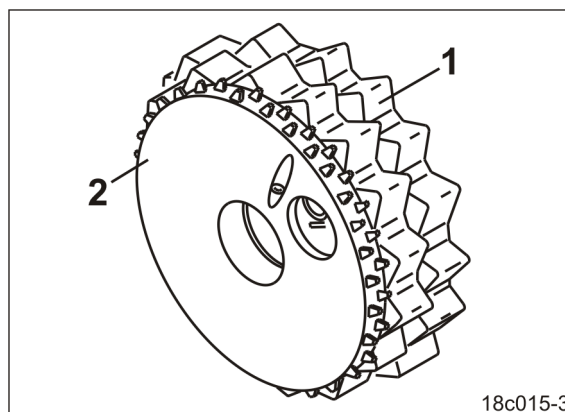

Рис. 29
- обычной высевающей катушки (Рис. 29/1) и
- мелкосемянной высевающей катушки (Рис. 29/2).